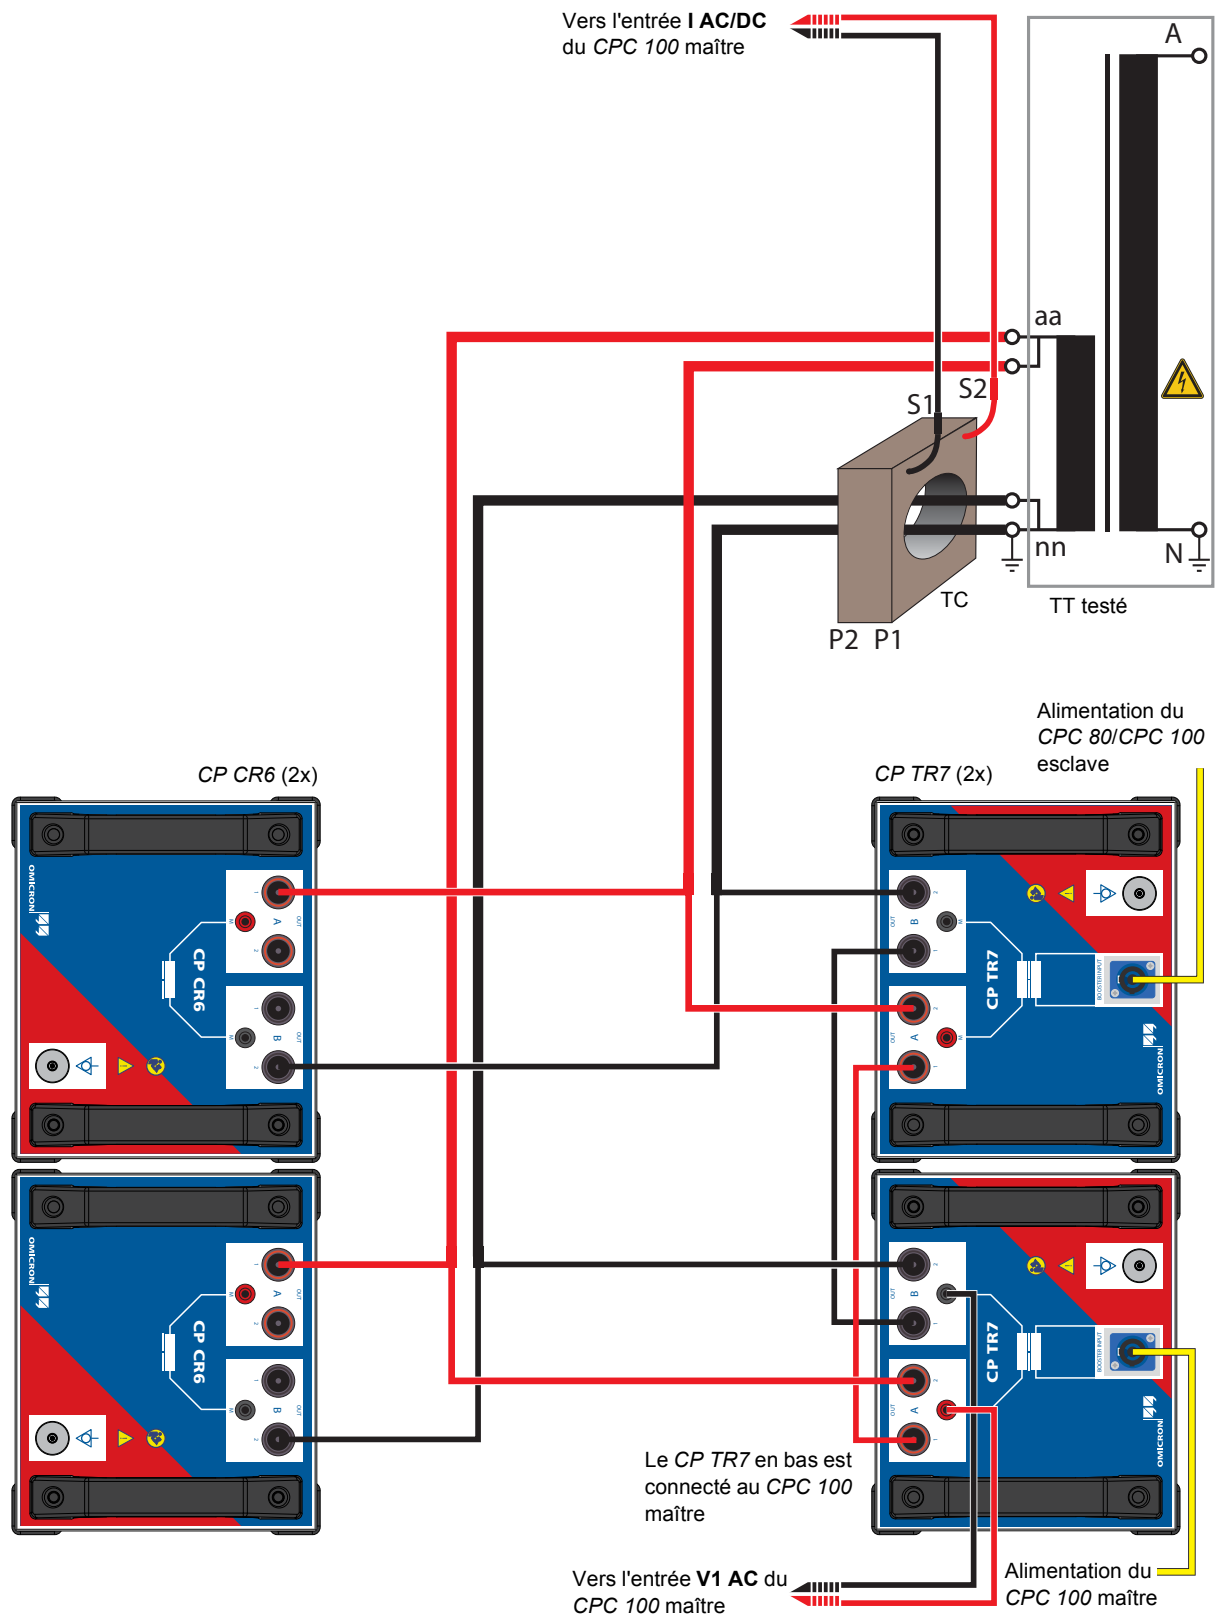

Figure 5-5: Montage facultatif pour 1,62 mH
8. Pour la mesure du courant à l'entrée du TT de puissance, connecter le transformateur de courant fourni comme indiqué à la figure 5-5 sur la page suivante.